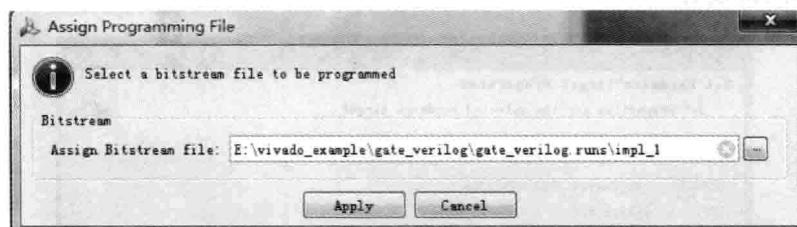

图 2.63 分配可编程文件对话框
(15) 如图 2.63 所示,出现 Assign Programming File(分配编程文件)对话框界面。在该界面中,单击  按钮。出现 Open File 对话框界面,在该界面中,将分配文件指向当前生成的 bit 文件目录下(读者根据自己的情况进行修改):
(16) 如图 2.63 所示,单击 Apply 按钮。